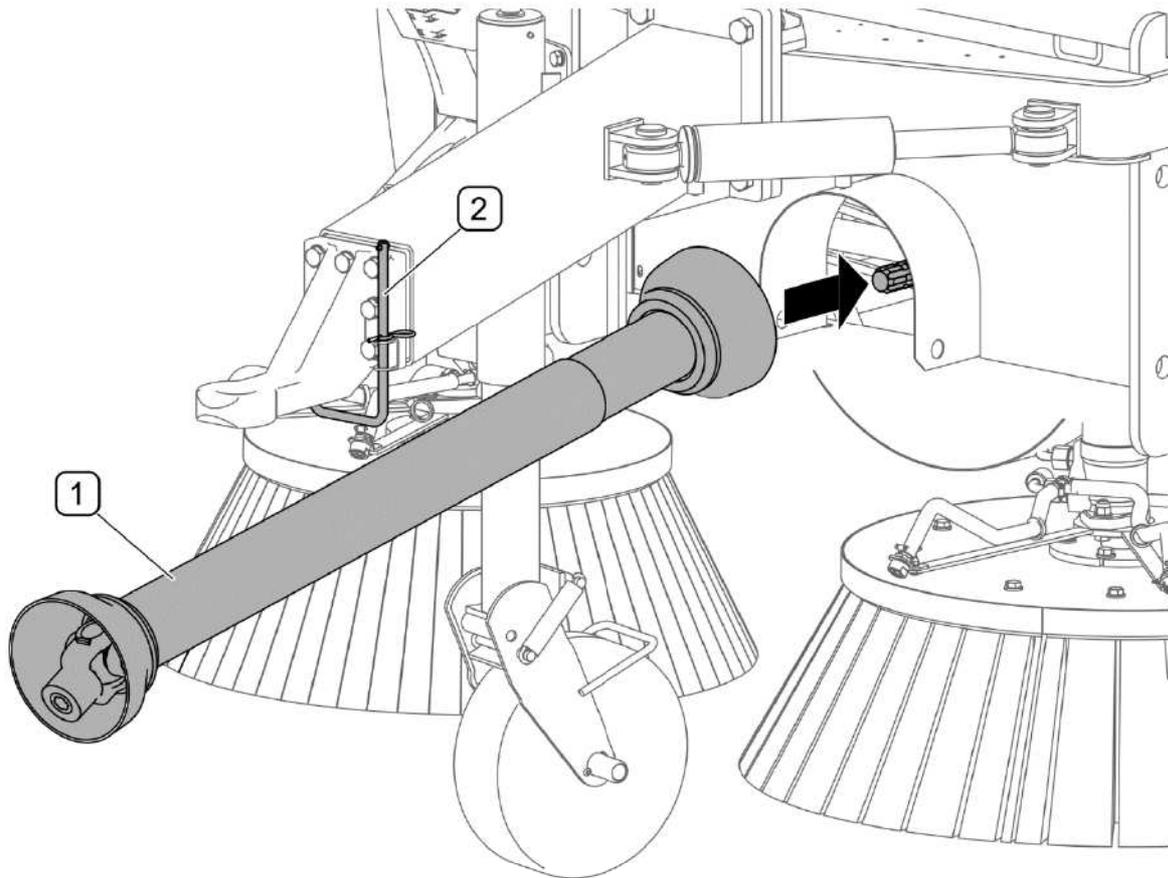

FIGURE 4.6 Attelage de l'arbre articulé télescopique
(1) - l'arbre articulé télescopique; (2) - le support de l'arbre
Si l'arbre est attelé à la balayeuse et non pas au tracteur, il doit être suspendu sur un support (2). Pendant le travail de la balayeuse, le support (2) doit être tiré en haut et bloqué et cette position (FIGURE 4.6)